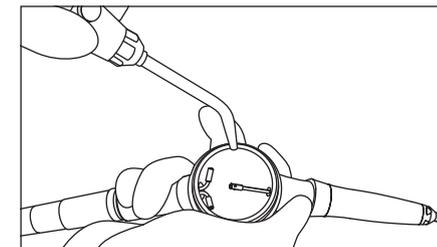

Рис. 6
- 3) Выдуйте воздухом остатки порошка из контейнера. (Рис. 6)